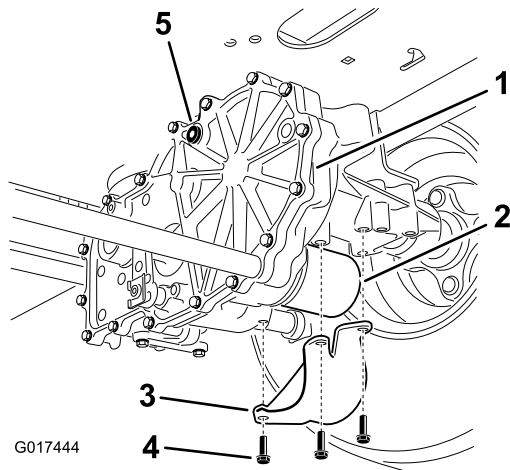

Figura 73
2. Localice el filtro y los protectores de cada sistema de tracción del transeje (Figura 73).
3. Retire los 3 tornillos que sujetan el protector del filtro, y retire el protector (Figura 73).